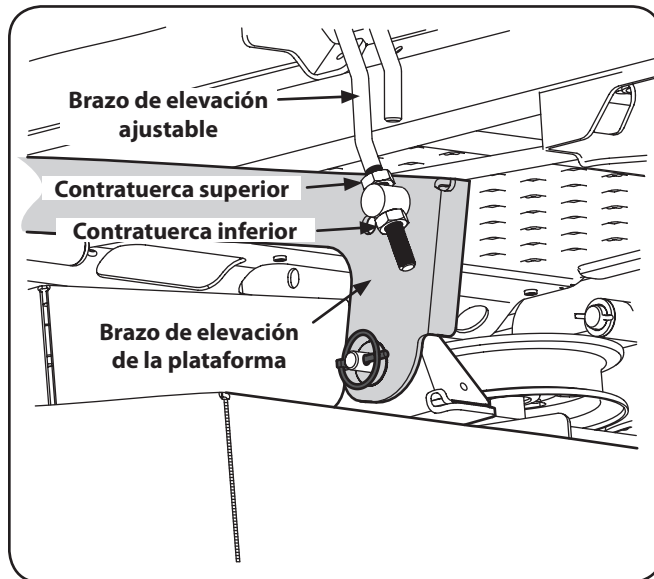

Figura 6-7
3. Afloje la contratuercas inferior del brazo de elevación ajustable que está conectado al brazo de elevación de la plataforma a fin de bajar la plataforma y ajuste la contratuercas superior para sujetar la plataforma en su lugar, afloje la contratuercas superior, luego ajuste la contratuercas inferior para sujetar la plataforma en su lugar. Vea la Figura 6-7.